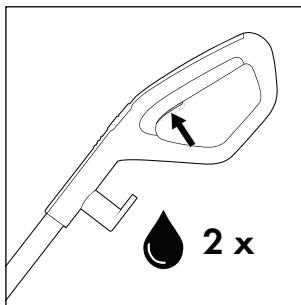
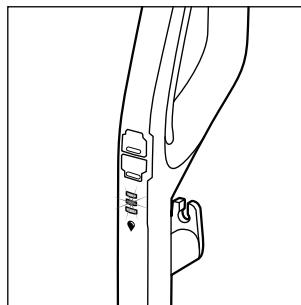

Abb. 18
Abb. 19
- ◆ Drücken Sie vor jedem Gebrauch zweimal kurz den Schalter Reinigungslösung  **15**, um die Dauersprühfunktion zu aktivieren und die Bürstenrolle **6** mit Reinigungslösung betriebsbereit zu machen (siehe Abb. 18). Die Anzeige Reinigungslösung  **12** blinkt abwechselnd blau auf, wenn die Dauersprühfunktion aktiviert ist oder der Schalter Reinigungslösung  **15** gedrückt gehalten wird (s. Abb. 19).